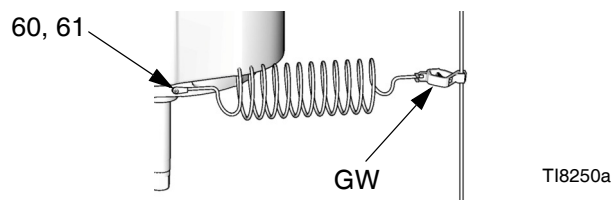

FIG. 2. Jordledning
Se FIG. 2. Montera jordningsledningen (GW) med artikelnummer 244524 med jordningsskruven (60) och låsbrickan (61) bak på motorn. Spänn fast skruven ordentligt. Anslut den andra änden av jordledningen till en bra jordförbindelse.